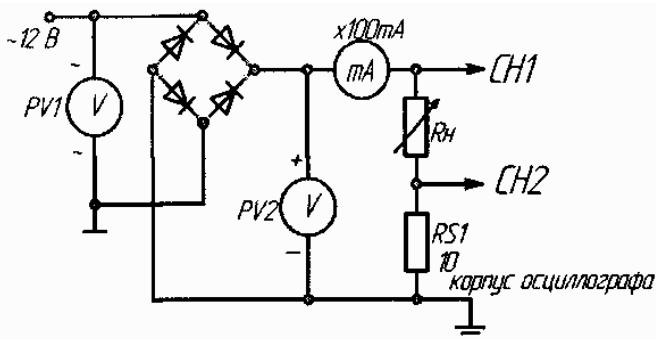

Рис. 1
1) Собрать схему выпрямителя по рис. 1. Установить заданное значение сопротивления нагрузки  $R_h$ . Вольтметр РВ1 включить в режиме измерения **переменного** напряжения, а РВ2 в режиме измерения **постоянного** напряжения. Включить миллиамперметр постоянного тока на 100 мА. Подключить входы осциллографа. Переключатель развертки осциллографа перевести на временную развертку. Установить синхронизацию от сети. На экране осциллографа наблюдать осцилограммы выпрямленного тока и выпрямленного напряжения;